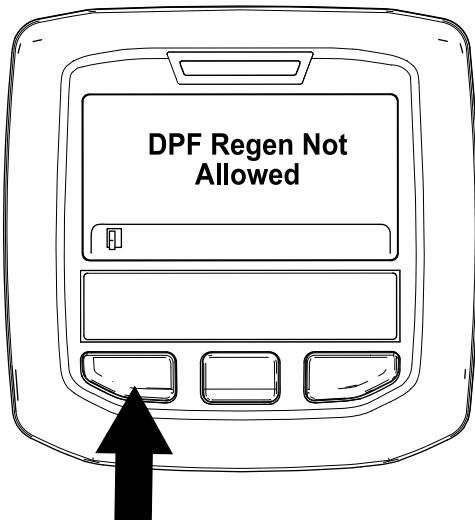

Figura 41
- Si la computadora del motor no autoriza el proceso de regeneración, en el InfoCenter se muestra el mensaje “Regeneración del FPD no permitida” (Figura 41). Pulse el botón izquierdo para salir de la pantalla de inicio.